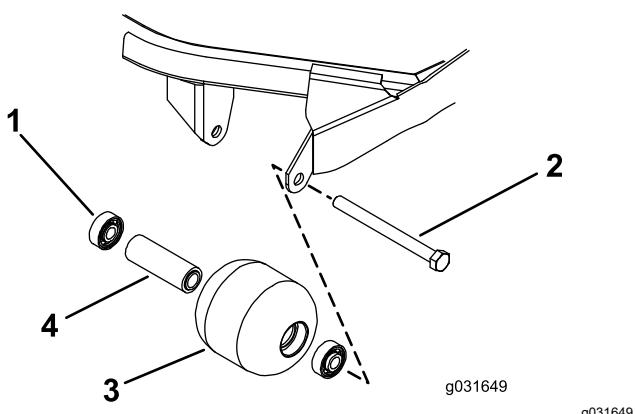

Bild 72
Käfig oder gleichmäßig auf den inneren und äußeren Käfig drücken (Bild 72).
2. Setzen Sie ein Distanzstück ein (Bild 72).
3. Drücken Sie das zweite Lager in das Rollengehäuse, indem Sie nur auf den äußeren Käfig oder gleichmäßig auf den inneren und äußeren Käfig drücken, bis es auf dem Distanzstück aufliegt (Bild 72).
4. Prüfen Sie das Rollengehäuse, die Lager und das Distanzstück auf Beschädigungen (Bild 72).